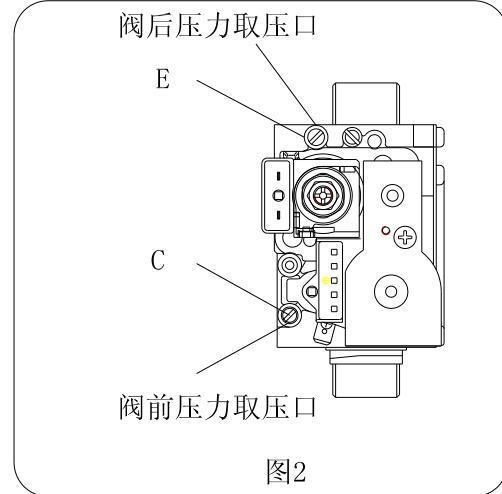

图2
- 6.如图2,旋松燃气阀上螺钉C,将压力表接到阀前压力取压口,读出气压;取下压力表,重新旋紧螺钉C,假如阀前压力与上表有差异,请与燃气供应商联系。